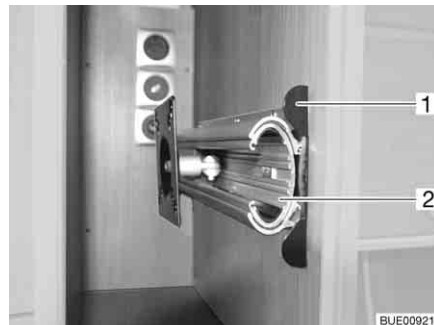

Fig. 65 Support dans le meuble de télévision
- Enfoncer la barre de déverrouillage (Fig. 65,1).
- Faire entièrement sortir la rallonge (Fig. 65,2).
- Faire coulisser la rallonge (Fig. 65,2) jusqu'à ce que la barre de déverrouillage (Fig. 65,1) s'enclenche.